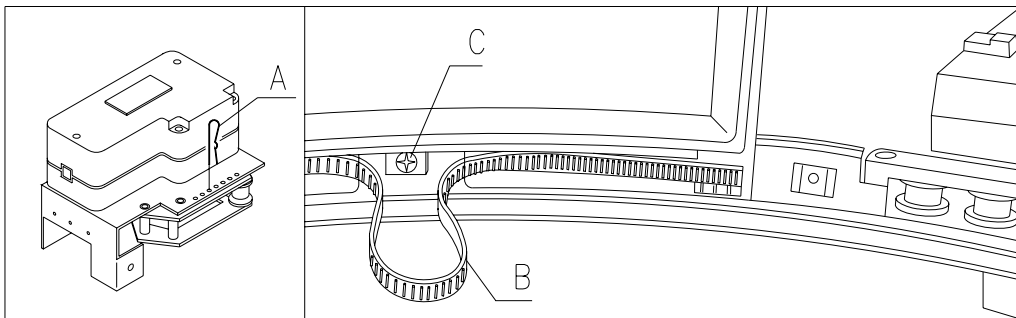
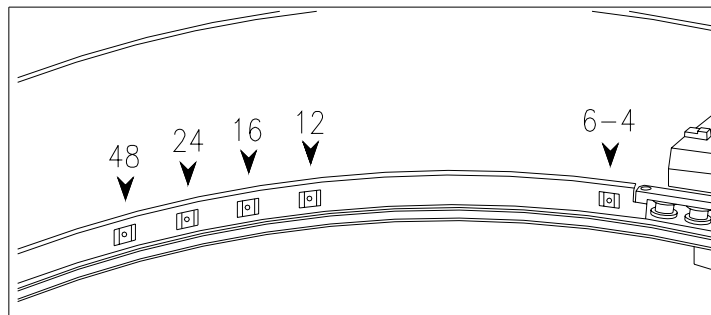

FIG. 13
FIG. 14
8.6 REGOLAZIONE APERTURA SPORTELLINI FIG. 13 - FIG. 14